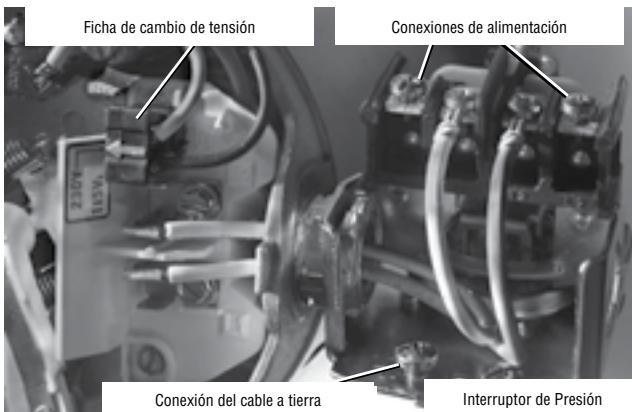

Figura 5:Tensión configurada para 230 V, tipo ficha.
4. Conecte los conductores de alimentación a los dos tornillos exteriores en el manóstato según se ilustra en el Figura 5.
5. Conecte el cable a tierra a una de las conexiones a tierra según se ilustra en la Figura 5.
1. Conecte el alambre de puesta a tierra primero según se ilustra en la Figura 5. El alambre de puesta a tierra debe ser un alambre de cobre sólido por lo menos tan grande como los alambres de suministro de corriente.
4. Conecte los alambres de suministro de corriente al conmutador de presión según se ilustra en la Figura 5.